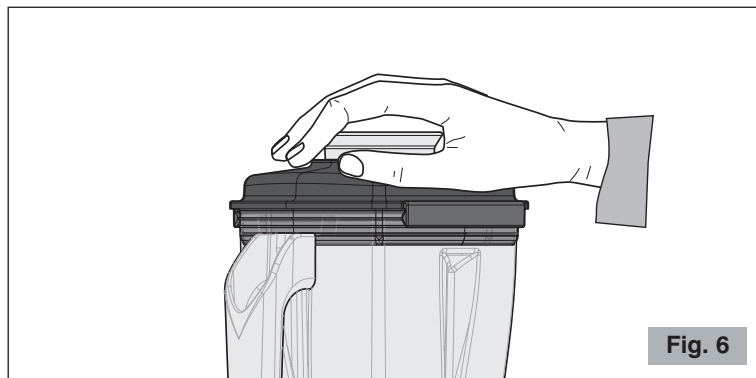

Fig. 6
- 5** Selezionare la velocità desiderata con il selettore  per i modelli B185 e B280 oppure con la manopola (13 Fig. 1a) per il modello B284 e, mantenendo una mano sul coperchio, accendere il motore premendo il tasto  (Fig. 6).